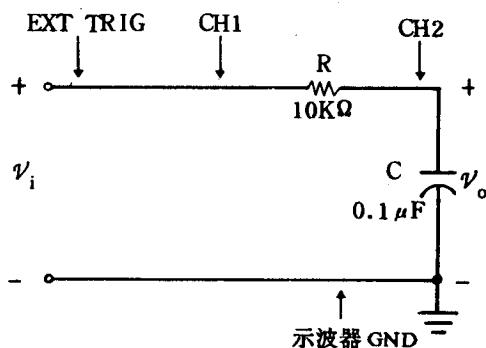

图 1.11 使用外同步触发方式测量波形
1. 如图 1.11 接好线路, 并调节信号发生器输出为 2Vp-p, 100Hz 的正弦波作为  $V_i$  信号源。
2. 连接示波器外部触发连接端 EXT TRIG 及将探针放在如图 1.11 所示的位置。